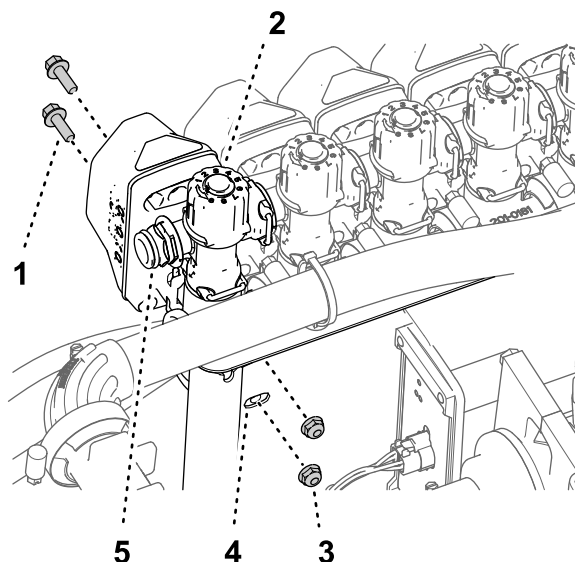
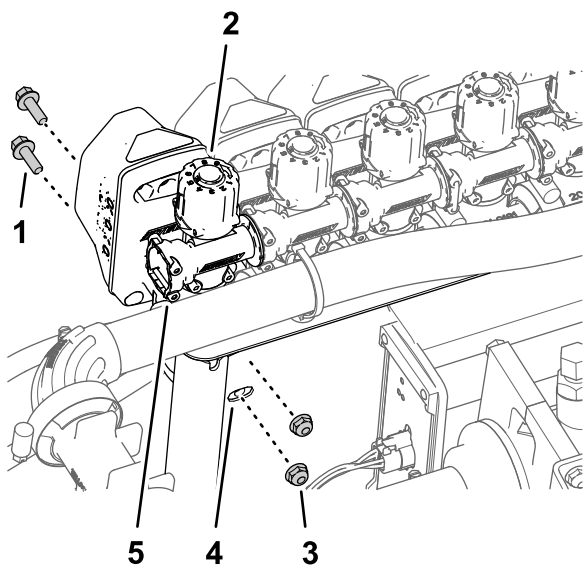

Рисунок 106
Рисунок 107
3. Установите клапан сопла 10 на опору крепления клапанов (Рисунок 106 или Рисунок 107) при помощи 2 болтов с фланцевыми головками ($\frac{1}{4} \times \frac{3}{4}$ дюйма) и 2 контргайек ($\frac{1}{4}$ дюйма), снятых при выполнении пункта 2 раздела Демонтаж клапанов секций с крепления коллектора \(страница 37\).